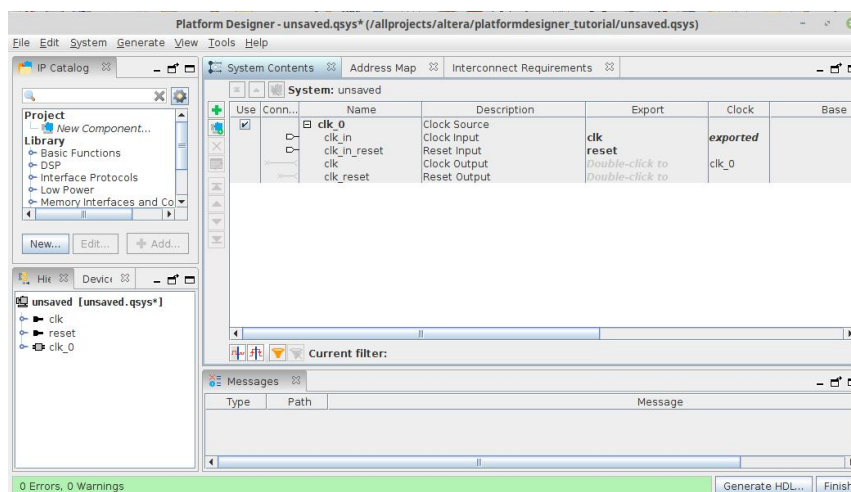

Рис. 4. Вікно Platform Designer Tool
2. Відкрийте **Platform Designer Tool**. Для цього оберіть меню **Tools** → **Platform Designer**. Відкриється вікно як на рис. 4.